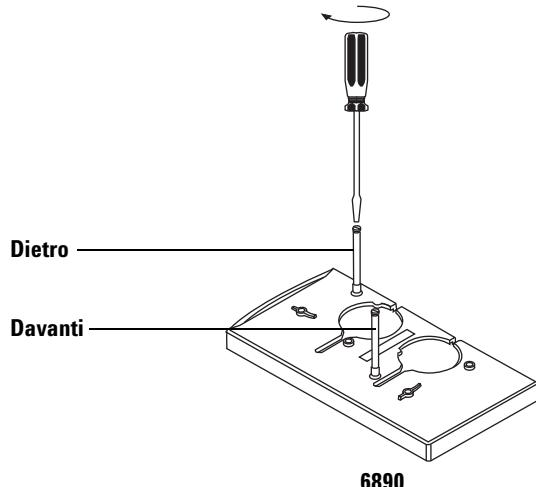

Figura 12 Installazione delle staffe di montaggio (GC 6890)
- **GC serie 6890.** Installare nel coperchio dell'iniettore in posizione anteriore o posteriore, a piacere. La staffa deve essere ruotata fino in fondo (Figura 12).